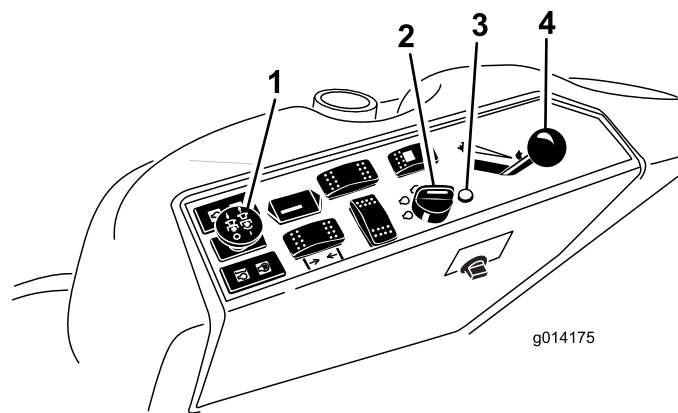

图19
4. 将动力输出PTO开关移至关闭位置 图19。
5. 将油门杆移至快速与慢速位置中间 图19。